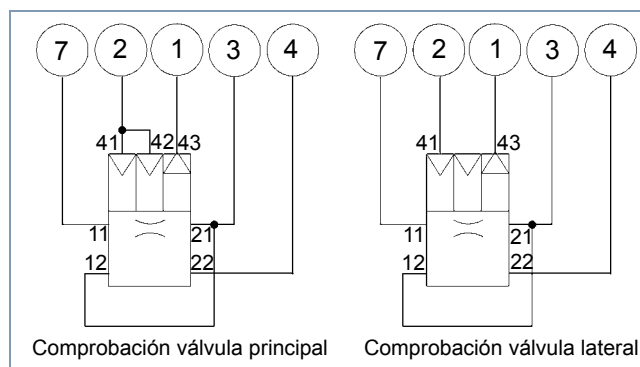

Fig. 2 Esquema de conexión para el banco de pruebas 435 197 000 0
- Conectar el aparato en los empalmes del banco de pruebas (véase fig. 2) o según el esquema de comprobación.